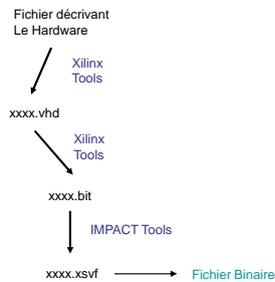

FIG. 21 – Obtention d'un fichier de configuration : il manque la partie .elf ainsi que la description de la chaîne JTAG.
- Disposer d'un fichier de type « maconfig.xsvf », ce fichier étant issu et obtenu comme expliqué sur La figure 21.